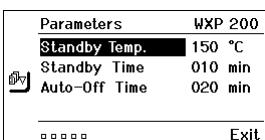

Fig. 12
2. Sélectionner la commande de menu à l'aide de la roue de clic (5). La sélection est affichée sur fond noir (p. ex. "Temp. veille", voir fig. 12).